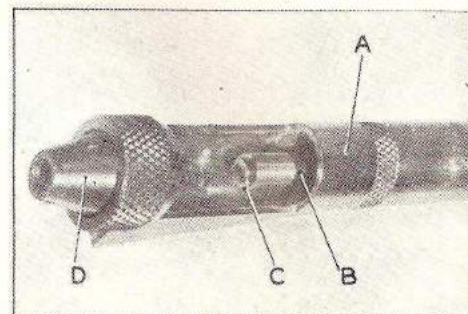

Fig. M 16.
— Utiliser l'appareil universel (A). Vérifier si la broche (B) et le nez (D) correspondent bien aux spécifications du filet à mettre en place (voir fig. M 16).
Fig. M 16 bis.